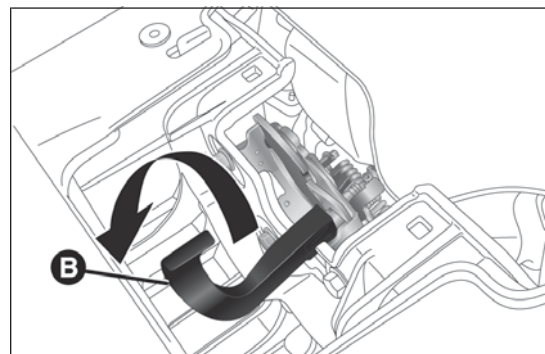

fig. 103
- ☐ accionar la palanca B fig. 103 en el sentido indicado por la flecha y levantar el capó.